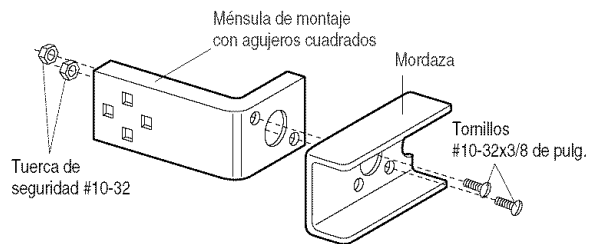

Figura 2
2. Con los accesorios que se muestran en la Figura 2, acople cada conjunto a una ménsula con agujeros extendidos. **Tenga en cuenta el lado derecho e izquierdo para determinar qué ménsula instalará de cada lado.**
5. Fije la ménsula completa con tirafondos de 1/4 de pulg. x 1-1/2 de pulg., tal como se muestra en la Figura 2.